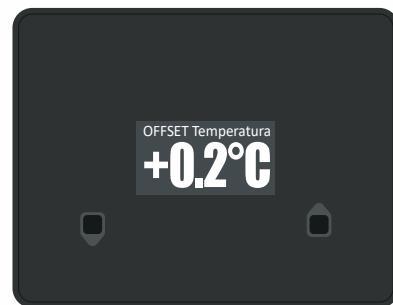

Abb. 5
- 5 Nachdem Sie das zu ändernde Element identifiziert haben, drücken Sie die UP- oder DOWN-Taste, um die betreffende Größe einzustellen (Abb. 5, 6, 7 und 8).